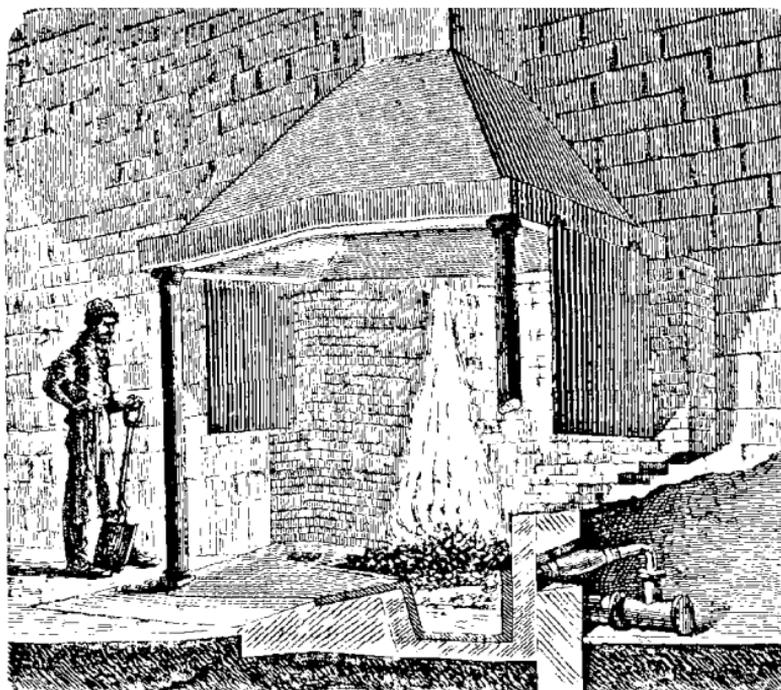

FIG. 34. — Affinage au bois.
**Affinage au bois.** — L'affinage de la fonte par le charbon de bois a lieu dans un petit foyer quadrangulaire formé par des plaques de fer dans recouvertes d'argile, dans lequel le vent est amené par une tuyère légèrement inclinée (fig. 34). Le foyer étant rempli de charbon allumé, on place au-dessus du combustible la quantité de fonte qui doit être affinée. Elle entre en fusion et tombe en gouttelettes liquides qui passent devant